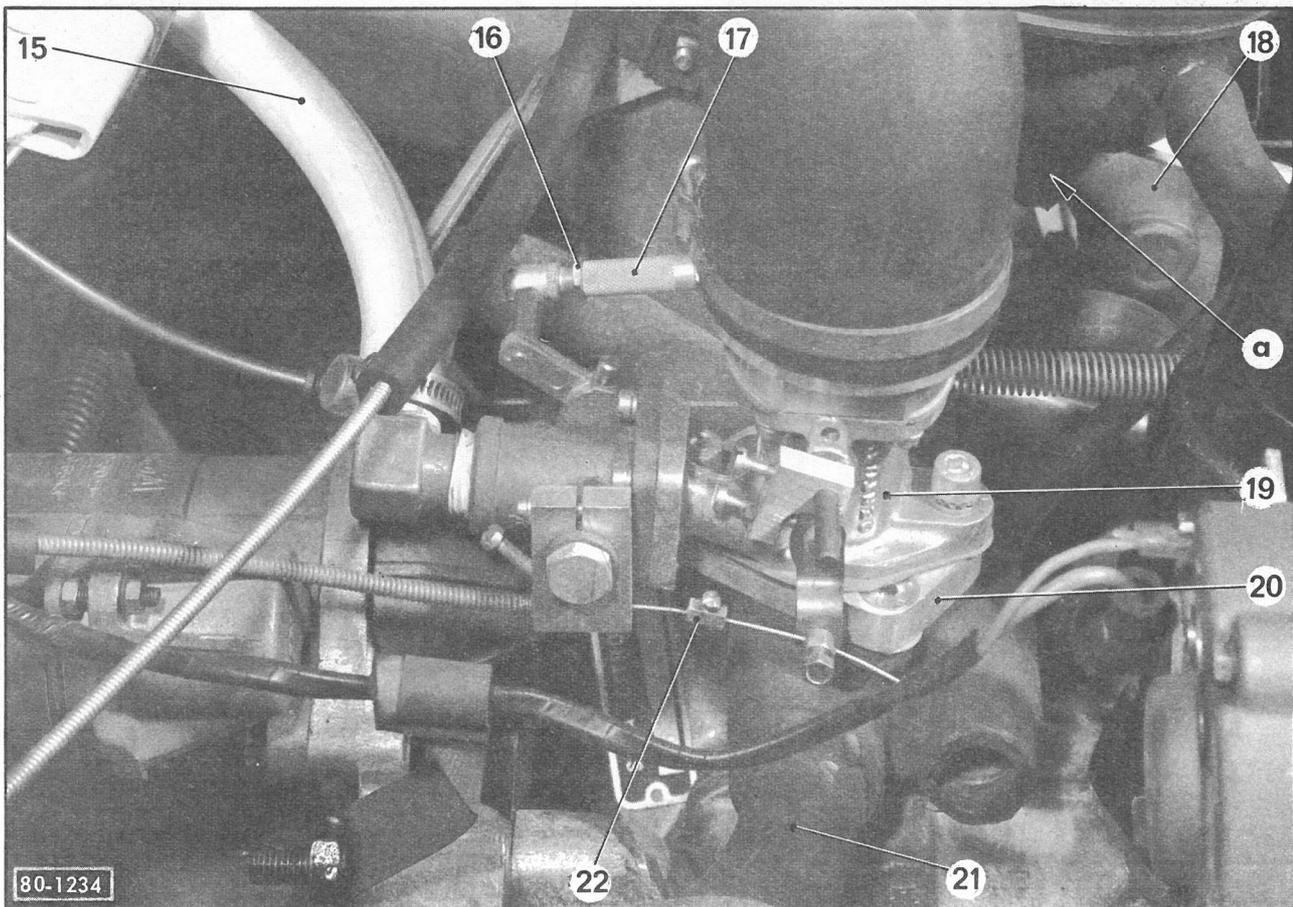

Fig. 5
- Un carburateur spécial ( 19 : Fig.5 ).
- Des tubulures d'admission ( 21 ) et d'échappement ( 18 ) spécifiques ( Fig.5 ).
**Carburateur ( Fig.5 ) :**
**Tubulures ( Fig.5 ) :**
**ENTRETIEN****Réglage du ralenti ( Fig.5 ) :**
**Réglage de la commande de starter ( Fig.5 ) :**
**Tube caoutchouc entre vaporiseur et boisseau ( 15 : fig.5 ) :**